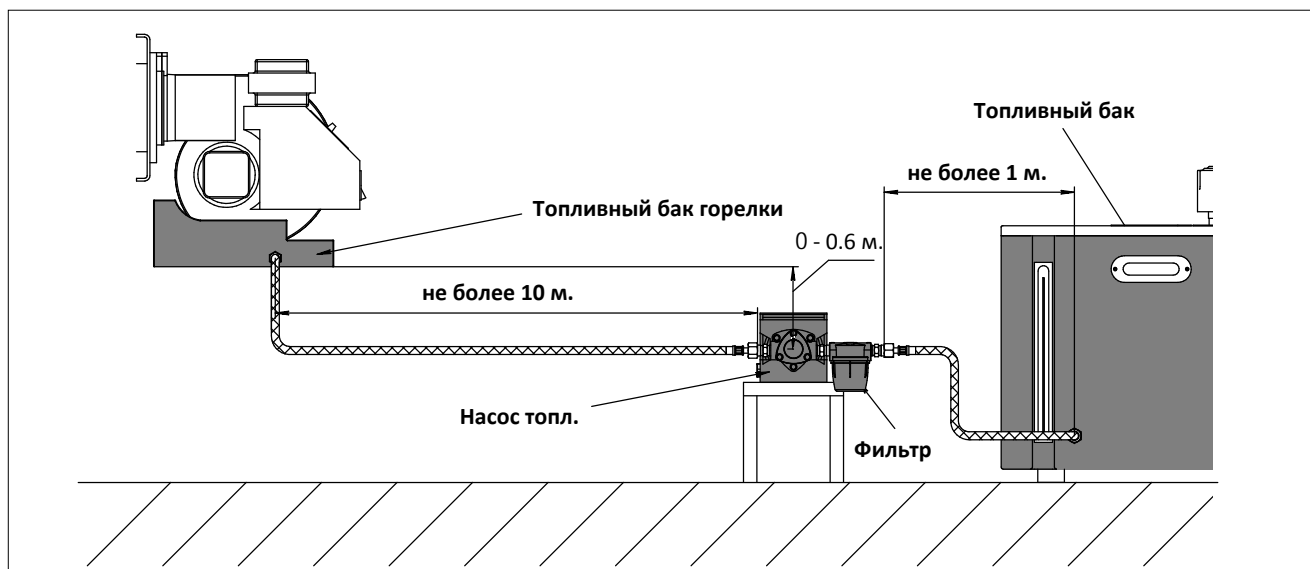

Рис. 12 Пример 1 монтажа насоса и топливной линии.
1. Установите топливный насос 2 так, как показано на рисунке, либо на крышке топливного бака, расстояние от насоса до горелки не более 10 м, от насоса до бака не более 1 м (рис. 12) Топливный насос должен быть расположен ниже топливного бака горелки. При остановке горелки топливо из шланга может перетечь в бак горелки и вызвать перелив топлива.